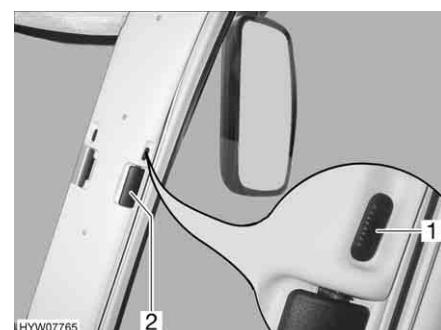

Bild 77 Faltverdunklung für das Fahrer-/Beifahrerfenster
- Die Faltverdunklungen für das Fahrerfenster und das Beifahrerfenster am Griff (Bild 77,2) bis zum Anschlag einschieben.
- Den Verriegelungsknopf (Bild 77,1) nach unten schieben.